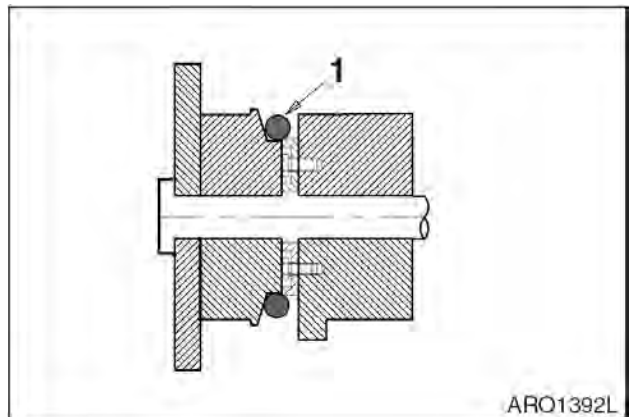

Рис. 98
5. Поместить новую уплотнительную прокладку (1, рис. 98) в канавку для уплотнительной прокладки.